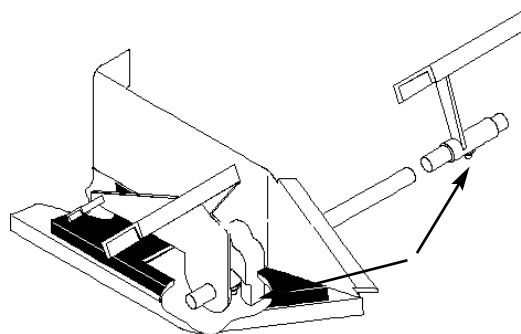

Figure 26
3. Lubrificate il pedale di comando della trazione, sui modelli idrostatici (o i pedali del freno e della frizione sui modelli a ingranaggi), laddove è imperniato sull'albero d'attacco (Fig. 26).